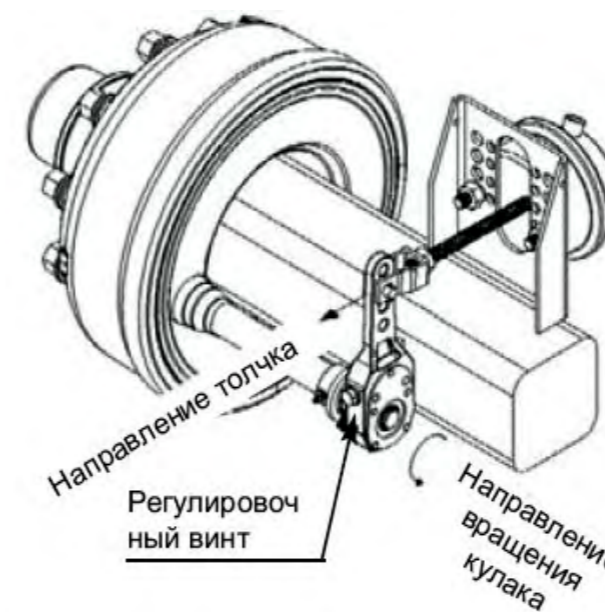

Рис. 6
- Восстановите люфт, когда ход поршня цилиндра либо тормозного цилиндра достигнут приблизительно 2/3 максимального хода. Для этого нужно прокрутить кулак по отношению к рычагу воздействуя на регулировочный винт, который находится на регулируемом рычаге (Рис.6).